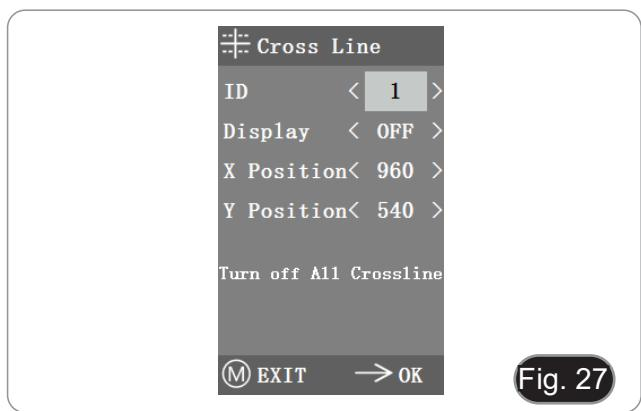

Fig. 27
- 1. Öffnen Sie das Menü Cross Line. (Fig. 27)